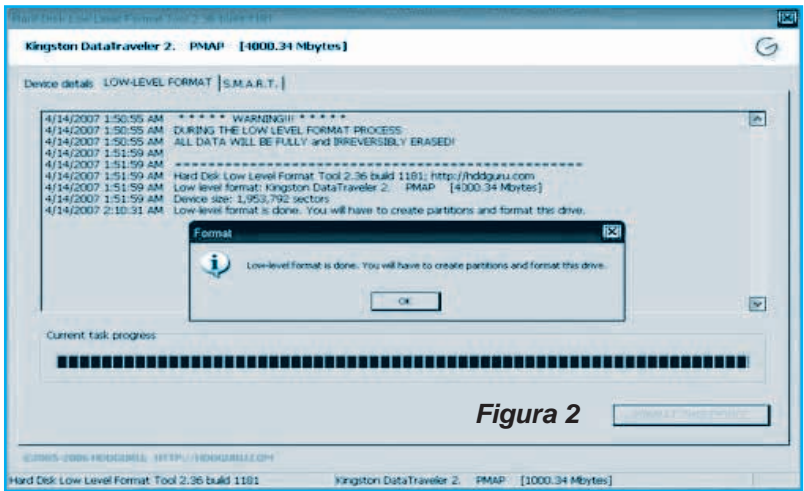
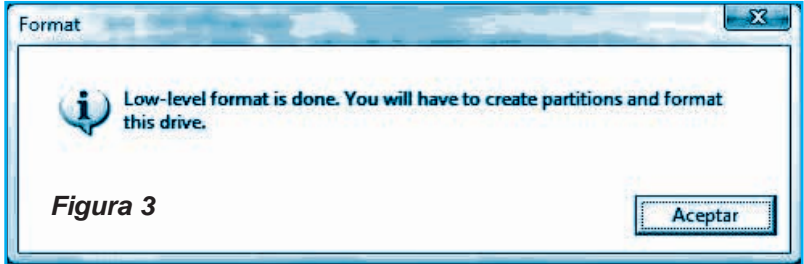

Figura 2
Figura 3
4. Seleccione la pestaña "Low Level Format" y haga clic a "Format This Device", figura 2. El proceso de formateo demorará entre 10 y 20 minutos, dependiendo el tamaño del dispositivo a formatear. Una vez que termine de formatear, recibirá un mensaje como el mostrado en la figura 3.